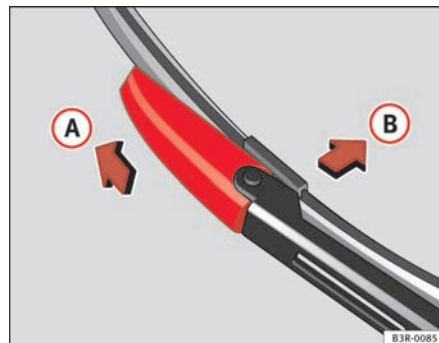

Fig. 169 Smontaggio della spazzola
- Spingere il blocco della spazzola tergicristallo in direzione della freccia ⇒ fig. 169 (A). Allo stesso tempo mantenere ferma la spazzola.
- Togliere la spazzola (B) dal braccio del tergicristallo.